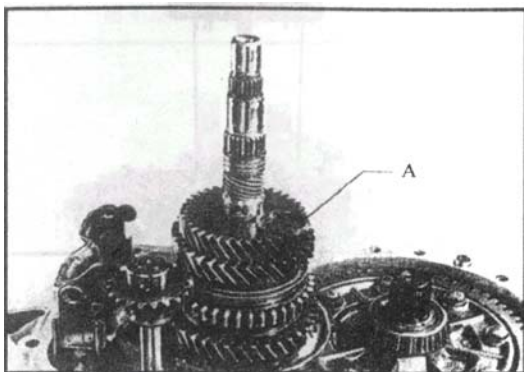

图 4-36 安装变速器（五）
(5) 如图 4-36 所示，安装上三档从动齿轮后，要用卡环调节轴向尺寸。从卡环的允许型号（如表 4-3 所示）中选择最厚的并可以塞进卡环槽中的卡环装入。安装卡环时，注意不要过分撑胀，而且要确保其装入卡环槽。